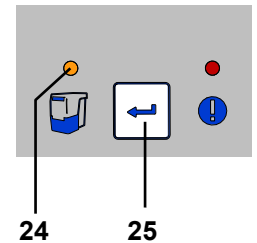

Fig. 11
**Si le tiroir à poussière n'est pas vidé, le voyant du tiroir à poussière (24, Fig. 11) reste allumé. Après la mise en marche / à l'arrêt de l'appareil, le signal sonore retentit à nouveau 3 fois pour rappeler qu'il est nécessaire de vider le tiroir à poussière.**